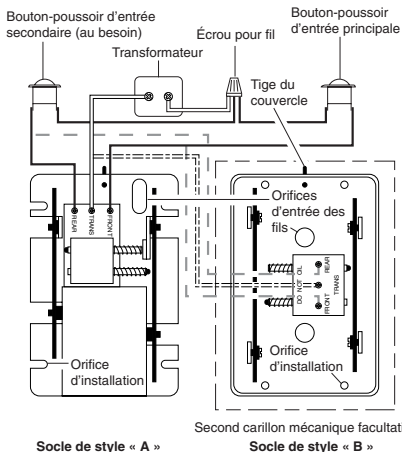

Figure 1
- Faites passer les fils par les orifices d'entrée des fils (voir la Figure 1).
3. Amenez deux fils 20 AWG ou des fils pour carillon (fil pour accessoire Heath®/Zenith n° 196C ou n° 199C) jusqu'au carillon. Dénudez 1/2 po d'isolant à l'extrémité des fils. Raccordez chaque fil au transformateur (voir la Figure 1).
5. Installez les boutons-poussoirs sur les cadres des portes. Faites passer deux fils de carillon 20 AWG des boutons-poussoirs au carillon. Dénudez $\frac{1}{2}$ po d'isolant à l'extrémité des fils. Raccordez chaque fil aux boutons-poussoirs (voir la Figure 1).
8. Dénudez $\frac{1}{2}$ po d'isolant à l'extrémité des fils. Raccordez le fil « F » à la vis du bornier portant la mention « FRONT », puis le fil « T » à la vis du bornier portant la mention « TRANS ». Raccordez ensuite le fil « R » à la vis du bornier portant la mention « REAR » (voir la Figure 1).
7. Raccordez le fil « F » à la vis du bornier portant la mention « FRONT », puis le fil « T » à la vis du bornier portant la mention « TRANS ». Raccordez ensuite le fil « R » à la vis du bornier portant la mention « REAR » (voir la Figure 1). *Note :* Il pourrait exister des connexions communes invisibles ailleurs dans la résidence.